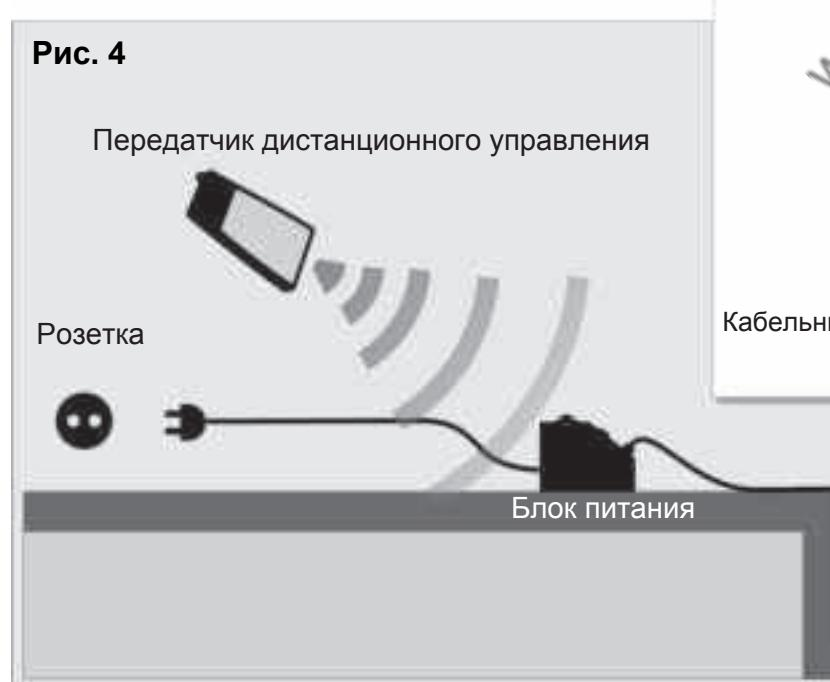

Рис. 2
- 1) Подключите кабель пылесоса к блоку питания. Убедитесь, что ключ на штекере соответствует слоту на кабельном разъеме блока питания (рис.2)